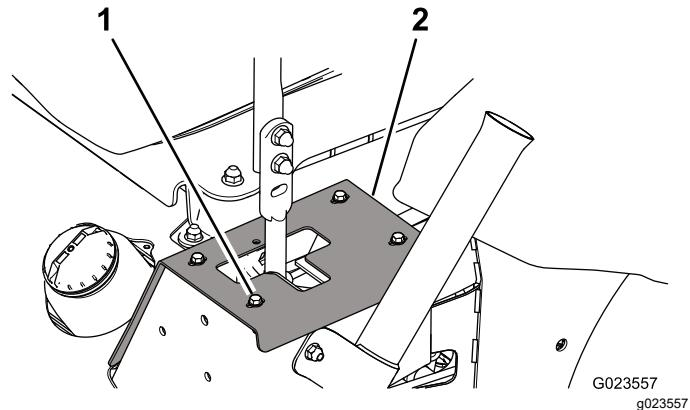

Bild 61
2. Um an die Befestigungsschrauben der Dämpfer zu gelangen, entfernen Sie die Schrauben, mit denen die Anschlagplatten am Rahmen befestigt sind (Bild 61).